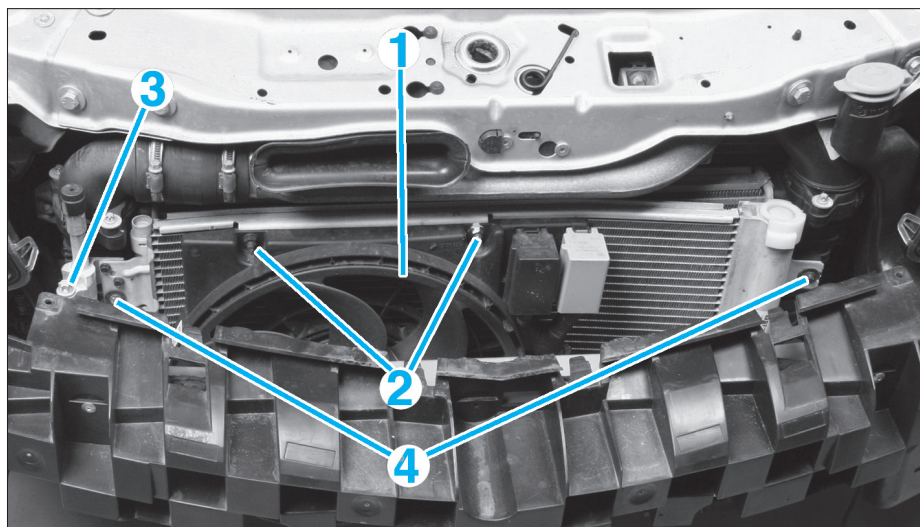
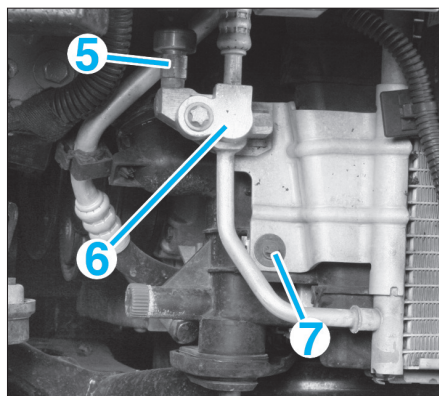

FIG. 22
FIG. 23
- Débrancher le motoventilateur de refroidissement (1) et dégager le faisceau électrique de sa partie inférieure (fig. 22).
- Déposer les vis de fixation supérieure (2) du motoventilateur.
- Déposer le motoventilateur (1).
- Débrancher la canalisation supérieure (3) et obturer les orifices avec des bouchons adaptés.
- Déposer les deux vis de fixation (4) du condenseur.
- Débrancher le capteur de pression (5) (fig. 23).
- Débrancher la canalisation inférieure (6) et obturer les orifices avec des bouchons adaptés.
- Déposer les deux vis de fixation inférieure (7) de chaque côté du condenseur.